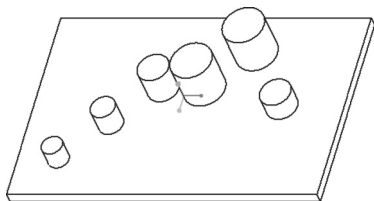

图 5-87 创建表阵列
8) 在“阵列”选项卡中单击 (完成) 按钮，创建的表阵列效果如图 5-87 所示。